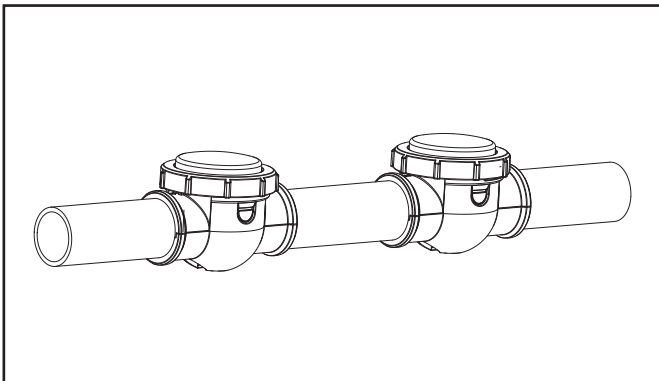

Figure 30. Installation du bouchon d'hivernage
6. Fixer le bouchon d'hivernage (Voir Figure 30)